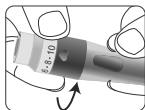

Figura 23
**PASO 1:** Gire la tapa del dispositivo de punción para quitarla. Consulte la figura 23.